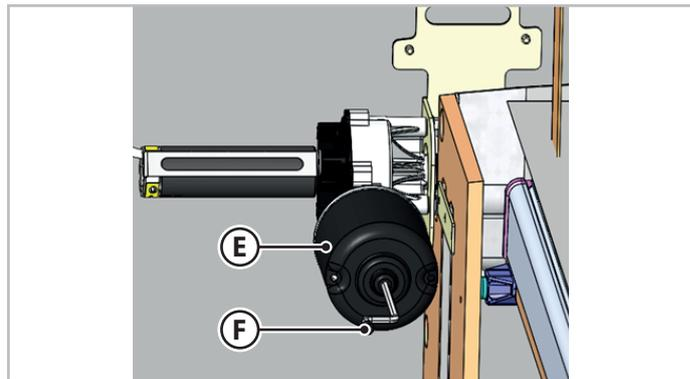

Fig.6.17 - Desbloqueo de la cama eléctrica tipo B
2. En la parte inferior del motor (E - Fig.6.17), introduzca la llave Allen (F - Fig.6.17) en la ranura prevista para el movimiento manual.